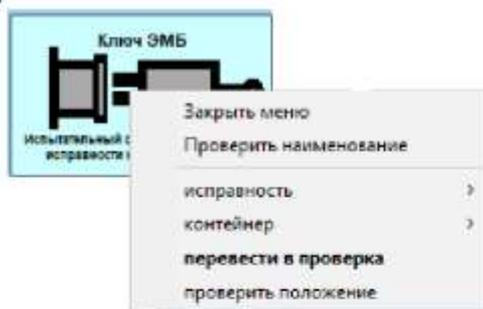

Рисунок 18. Контекстное меню проверки ключа ЭМБ
2) Проверить ключ электромагнитной блокировки (ЭМБ) (рисунок 18) следующим образом: на элементе «Испытательный стенд проверки исправности ключа ЭМБ» щелкнуть правой клавишей мыши для вызова контекстного меню.